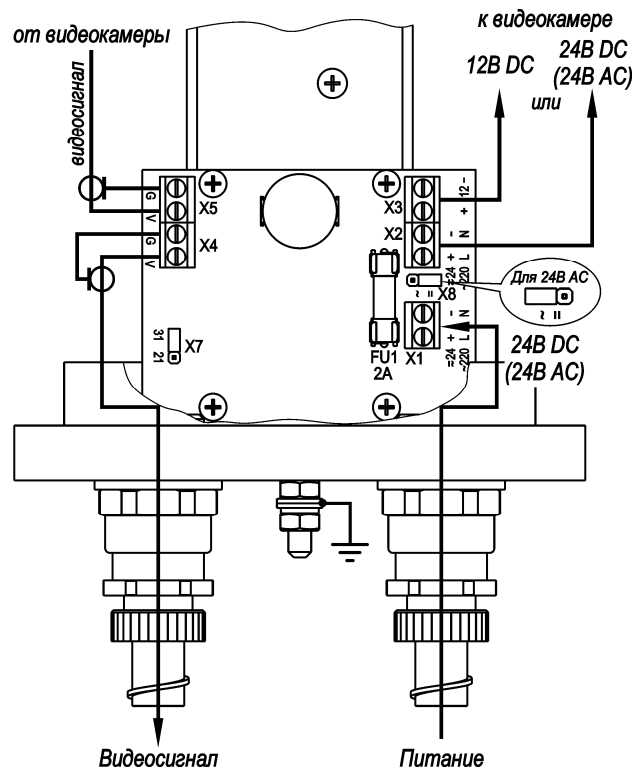

Рис.2 Подключение ТГБ-4Г ТВ Ex-24/12(24); ~24/12(~24)
4. Подсоединить видеокамеру к контактам платы коммутации в соответствии со схемой подключения (рис.2, 3 или 4).
5. Ввести через гермовводы внешние кабели (кабель видео и кабель питания) и подключить их к плате коммутации (рис.2 или 3).
– X7 в положение «31» - мощность обогрева 31 Вт, для изменения мощности на 21 Вт джампер X7 необходимо переставить в положение «21» (см. рис.2 и 3);
– для ТГБ-4Г ТВ Ех-24/12(24); ~24/12(~24) предприятием изготовителем джампер X8 установлен в положение «=» – напряжение питания 24В DC, для питания гермобокса переменным напряжением 24В необходимо переставить джампер X8 в положение «~» (см. рис.2).